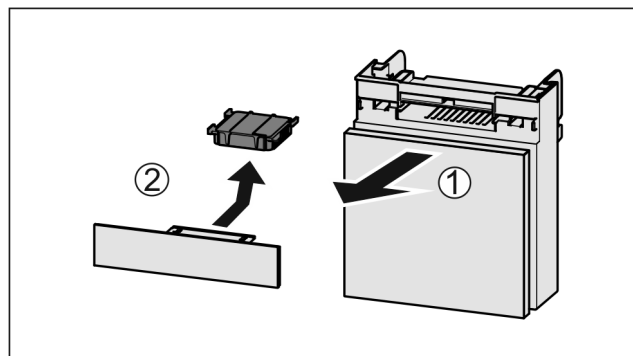

Fig. 80
- ▶ Wyciągnąć Fig. 80 (1) komorę do przodu.
- ▶ Wyjąć Fig. 80 (2) filtr z węglem aktywowanym.